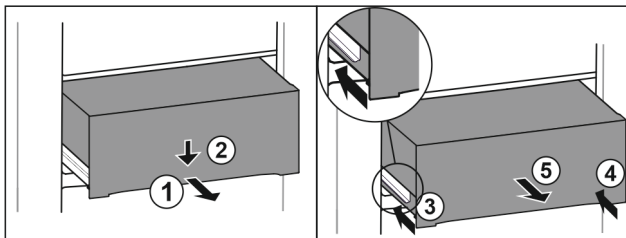

Fig. 88
- ▶ Extrageți pe jumătate sertarul. Fig. 88 (1)
- ▶ Apăsăți în jos sertarul pe partea frontală. Fig. 88 (2)
- ▶ Inserați șina stângă aproximativ 2 cm. Fig. 88 (3)
- ▶ Inserați șina dreaptă aproximativ 2 cm. Fig. 88 (4)
- ▶ Extrageți sertarul spre înainte. Fig. 88 (5)